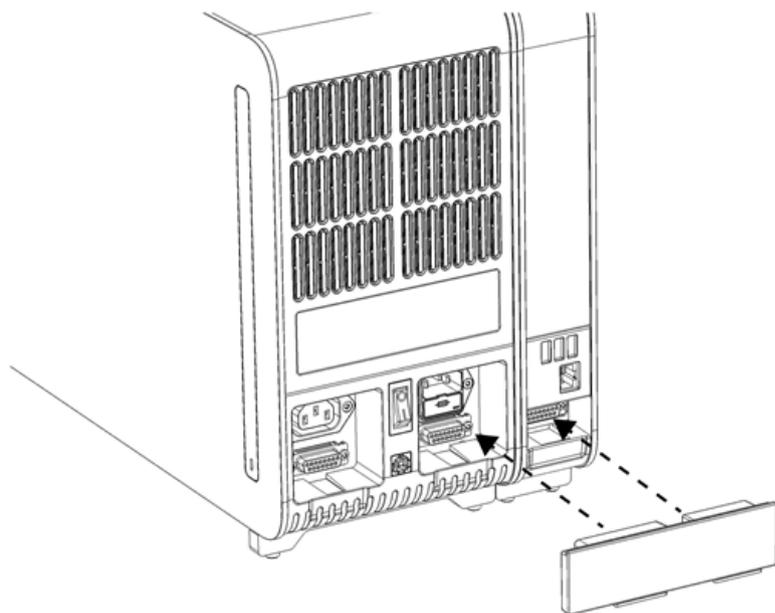

Figura 8. Conectando a Ponte do Módulo analítico/operacional.
5. Conecte a Ponte do Módulo analítico/operacional na parte traseira do QIAstat-Dx Analyzer 2.0 para unir os Módulos analítico e operacional (Figura 8).